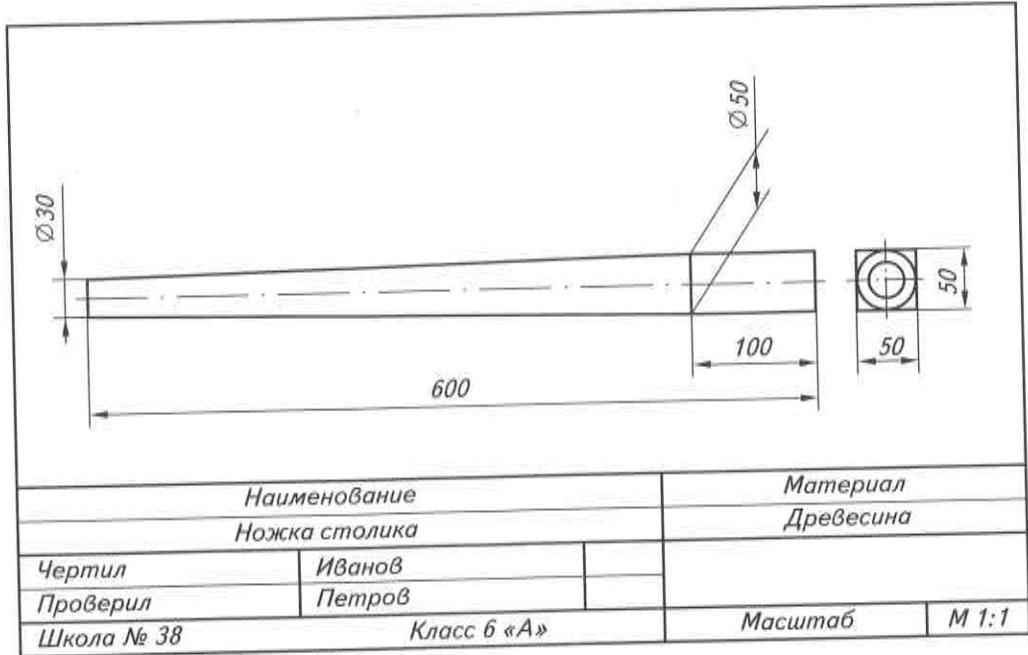

Рис. 17. Чертёж детали «ножка столика для балкона» (см. рис. 6, *д*)
1. Получите у учителя заготовки для изготовления детской лопатки (см. рис. 14), деталей пирамидки (см. рис. 6, *а*), штанги карниза для кухни (см. рис. 6, *в*), стойки карандашницы (см. рис. 6, *г*), ручки садового рыхлителя (см. рис. 4, *в*), ножки столика (см. рис. 17) или подготовьте заготовки для своего проектного задания, если в изделии имеются детали цилиндрической или конической формы.